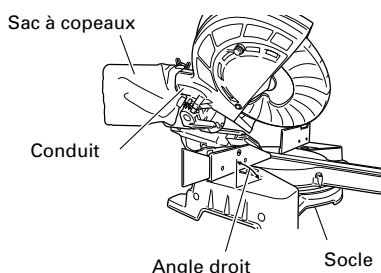

Fig. 46
- (1) Si le sac à copeaux est plein, les copeaux sortent du sac quand la lame tourne. Vérifier le sac à copeaux périodiquement et le vider avant qu'il ne soit plein.
- (2) Lors d'une coupe de biseau ou d'une coupe mixte, fixer le sac à copeaux à angle droit sur la surface du socle comme indiqué à la Fig. 46.